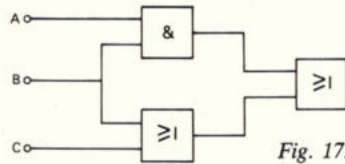

Fig. 17.
7. Gegeven is de schakeling van fig. 17.